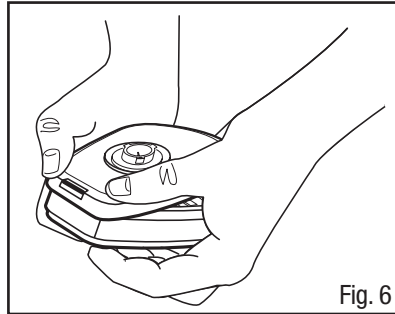

Fig. 6
2. Enganche el broche posterior de presión al apretar juntos el lado posterior del cartucho y adaptador con la misma posición de las manos. Se debe escuchar un clic conforme el broche de presión se engancha (Fig. 6).